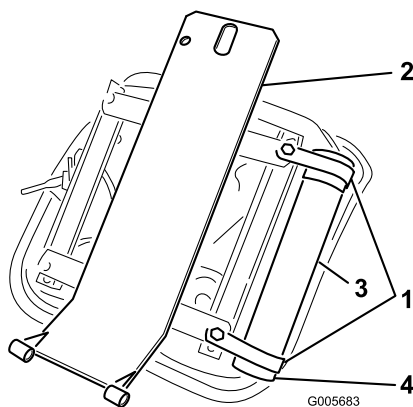

Figura 7
- 1. Sujete provisionalmente las 2 abrazaderas en R al lado derecho de la parte inferior del asiento con los 2 tornillos de caperuza y las arandelas planas suministrados en el kit (Fig. 6). Instale el tubo del manual en las abrazaderas en R y apriete los tornillos de caperuza (Figura 7).